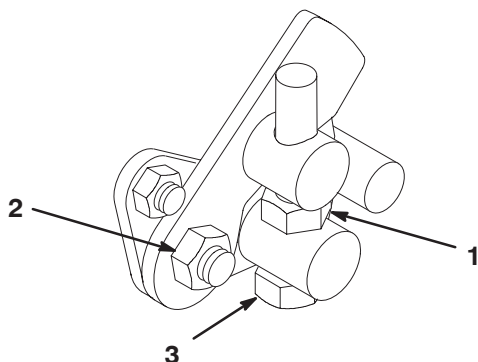

Figure 52
1. Desserrez l'écrou de blocage sur la vis à tête hexagonale (Fig. 52).
4. Serrez l'écrou de blocage de la vis à tête hexagonale et l'écrou du pivot de la pédale pour bloquer le réglage (Fig. 52). Vérifiez le réglage et ajustez-le si nécessaire.